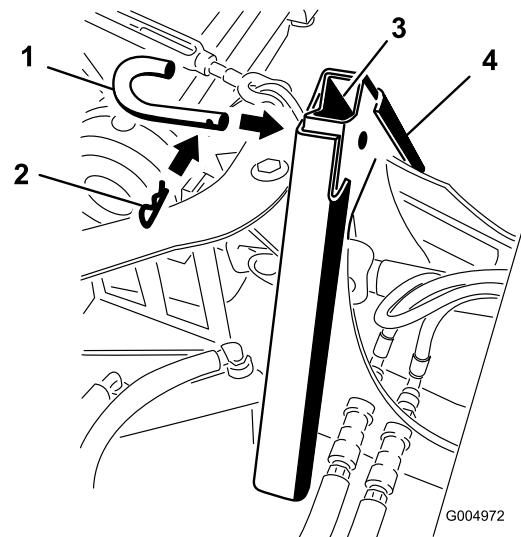

Figure 71
3. Fixez les adaptateurs ensemble avec l'axe et la goupille fendue de l'accessoire, comme montré à la Figure 71.